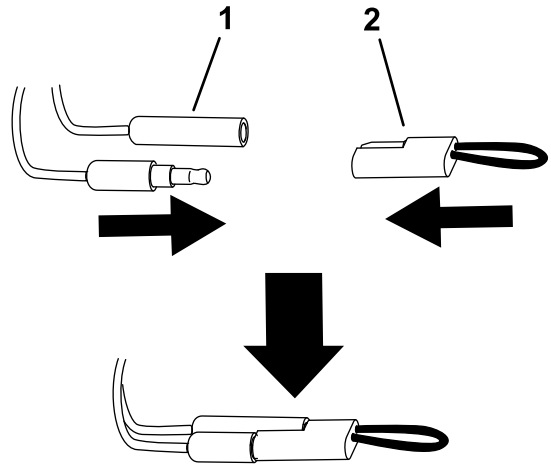

Bild 12
5. Trennen Sie die Kalibrieranschlüsse und bringen Sie den Stopfen wieder auf die Anschlüsse an (Bild 12).